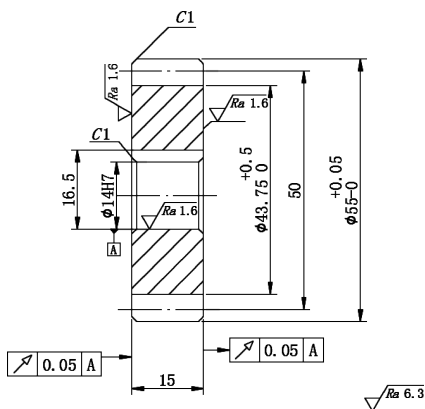

图 6-126 标注表面粗糙度
(3) 打开绘制好的轴零件图。
(4) 执行“外部参照附着”命令，选择图 6-126 所示的螺母零件图文件为参照图形文件，设置相关参数，将螺母图形附着到轴零件图中。
【练习 2】给如图 6-126 所示的齿轮图形标注表面粗糙度。